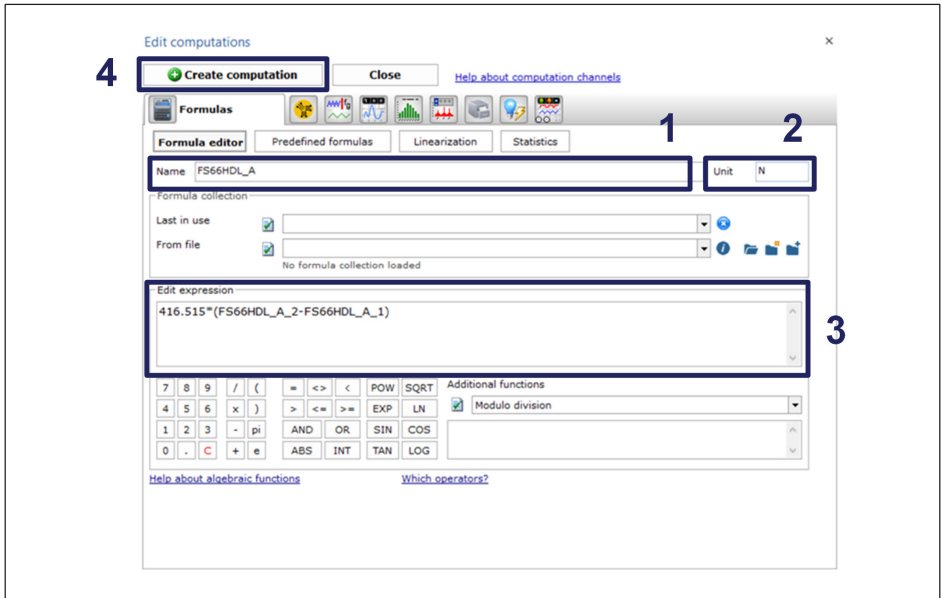

图5.7 创建一个计算通道以配置传感器
- 用每台传感器所对应的灵敏度值来配置计算通道。图5.7给出了 FS66HDL 的配置示例。
- 按下“create computation (创建计算)”按钮 (数字4, 位于图5.7)。